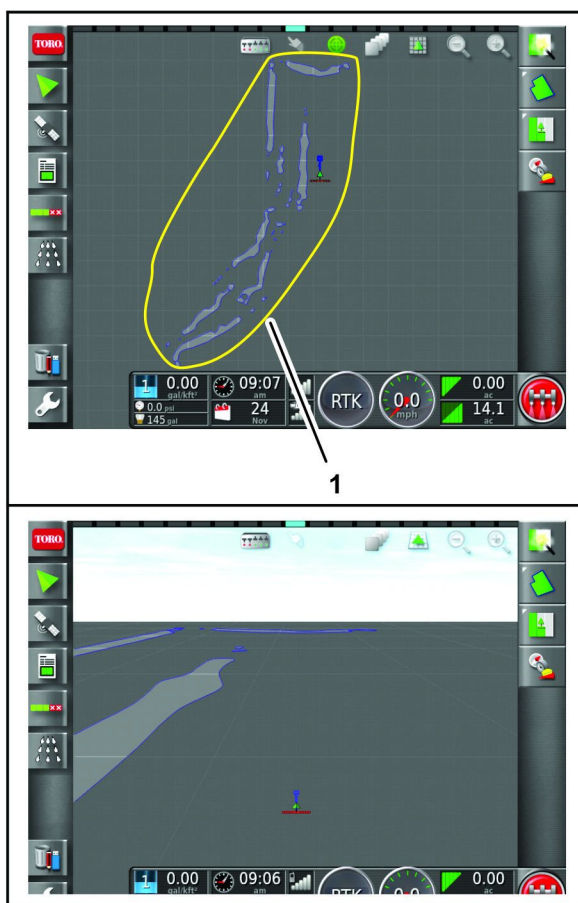

Figura 69
- Outro técnico utiliza a máquina nº 2 para mapear os limites para os buracos 10 a 18 (Figura 69).